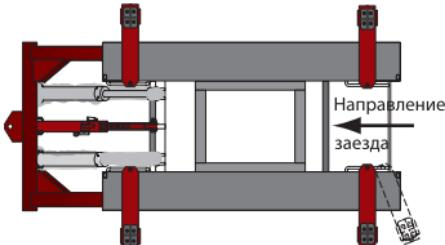

Рисунок 3 – Направление заезда
1. Установите транспортное средство на подъёмник, заезд осуществляется с определённой стороны (рис. 3). Установка автомобиля осуществляется за специальные рёбра жёсткости за пластиковые подхваты. Следите, чтобы геометрический центр ТС был смещён не более чем на 2/3 своей длины от геометрического центра платформы. Следите за смещением центра тяжести авто – возможно, потребуется разгрузить автомобиль перед подъёмом.